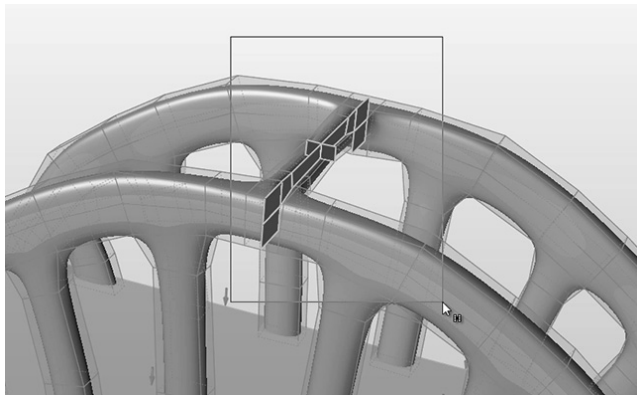

图 15-37
- 3) 多个面显示为红色。框选所有的红面，将其合并为一个单一的 PolyNURBS 对象，如图 15-37 所示。